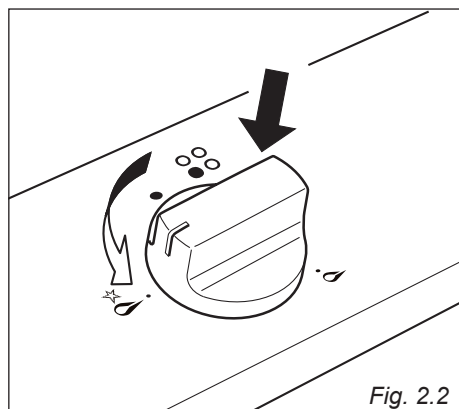

Fig. 2.2
1. Premere e ruotare la manopola corrispondente (fig. 2.2) fino alla posizione di portata massima  (fiamma grande - fig. 2.1) e mantenere premuta la manopola fino ad accensione avvenuta.